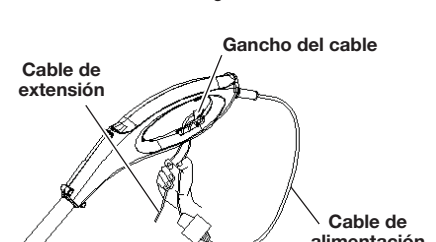

Fig. 9
- Conecte el enchufe de corriente al cable de extensión (Fig. 9).
- Haga un lazo estrecho con el cable de extensión y empújelo a través de la abertura para el gancho del cable (Fig. 9).
- Desconecte el enchufe del cable de extensión (Fig. 9).